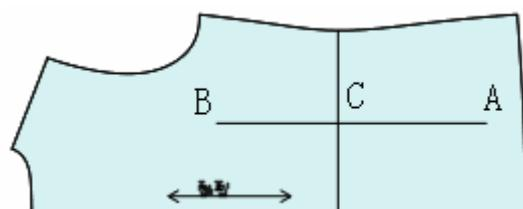

图 1
1. 如下图 1 示, 用该工具依次单击点 A、点 B、点 C, 弹出**【锥形省】**对话框;